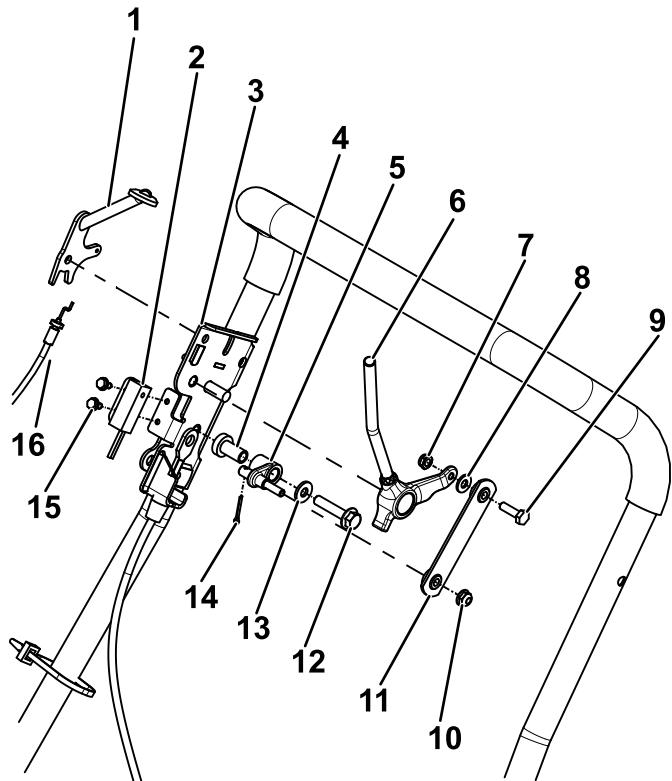

Figura 7
13. Instale a alavanca do acelerador utilizando as ferragens previamente removidas (Figura 7).